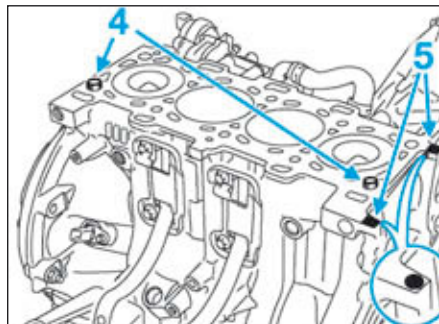

FIG.40
- Vérifier la présence des douilles de centrage de la culasse (4) (Fig.40),
- Déposer du joint silicone adhérent de diamètre 5 à 7 mm sur le bloc-cylindres en (5) (côté distribution).